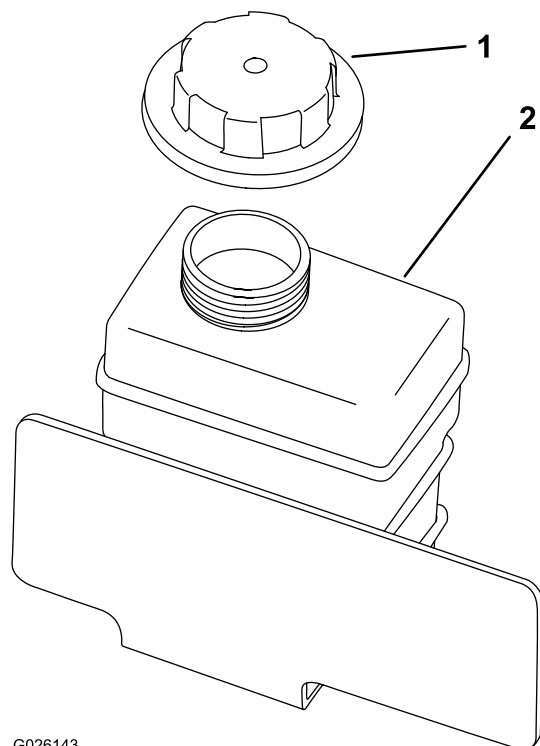

Figura 62
4. Rimuovete il tappo del serbatoio di riserva (Figura 62).